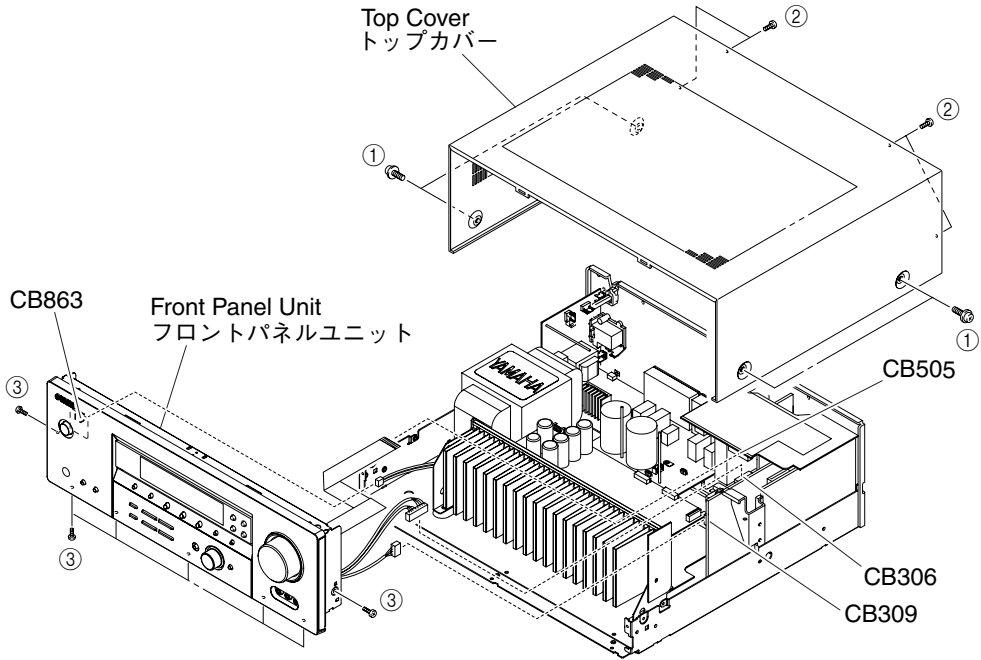

Fig. 1
- a. Remove 7 screws (③) and then slide the Front Panel Unit forward. (Fig. 1)
- c. Remove CB306, CB309, CB505 and CB863 and then remove the Front Panel Unit. (Fig. 1)
- a. ①のネジ4本、②のネジ4本を外します。(Fig. 1)
- b. トップカバーを後方へスライドさせ、取り外します。(Fig. 1)
- a. ③のネジ7本を外し、フロントパネルユニットを前方へ引き出します。(Fig. 1)
- c. CB306、CB309、CB505、CB863を外し、フロントパネルユニットを取り外します。(Fig. 1)